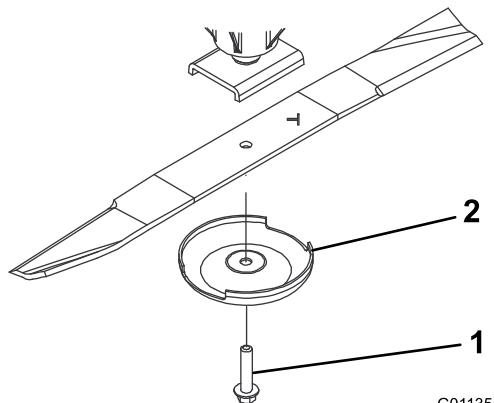

Рисунок 14
- Возьмитесь за конец ножа рукой в перчатке на толстой подкладке или через слой ветоши. Снимите болт ножа, защитный колпак и нож с вала шпинделя (Рисунок 14).
- Установите нож, с крылом обращенным в сторону режущей деки, вместе с крышкой предотвращения повреждения почвы и болтом ножа (Рисунок 14). Затяните болт ножа с моментом 115-149 Н·м.